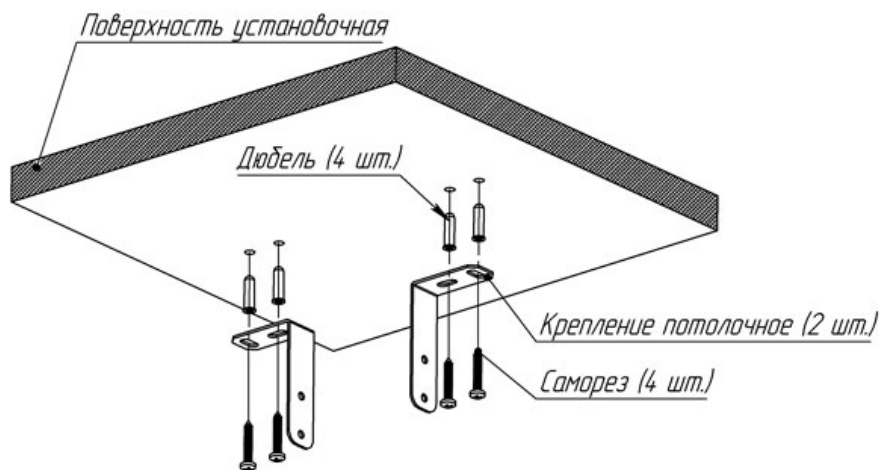

Рис. 7
6.7.5 Закрепить крепление потолочное на установочной поверхности (Рис. 7).